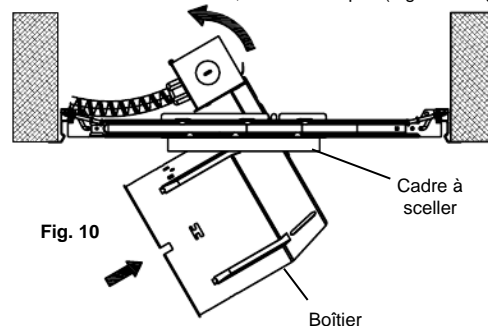
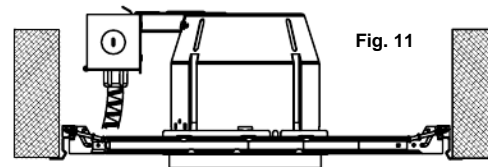

Fig. 10
Fig. 11
6. Faites glisser le boîtier dans le orifice, comme indiqué. (Fig. 10 & Fig. 11)